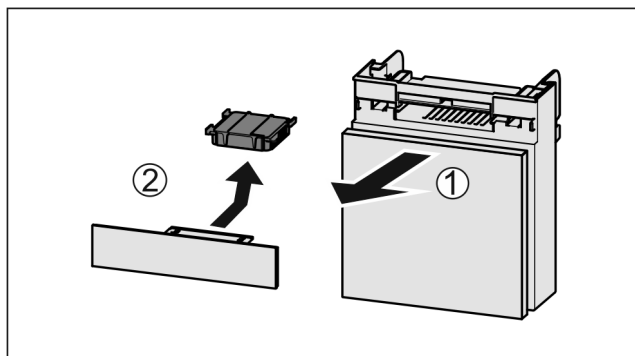

Fig. 48
- Extraire le compartiment par l'avant Fig. 48 (1).
- Sortir le filtre à charbon actif Fig. 48 (2).